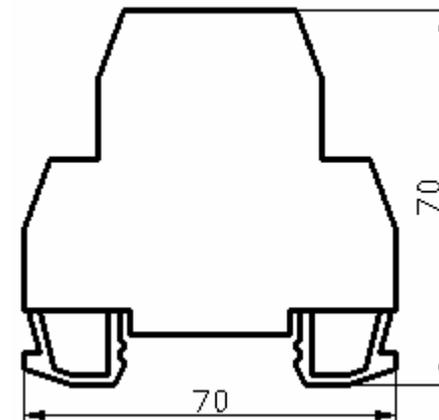

Рис. 3.2 Габаритные размеры нормализатора
- 3.1 Схема подключения нормализатора представлена на рисунке 3.1, габаритные размеры – на рис. 3.2.